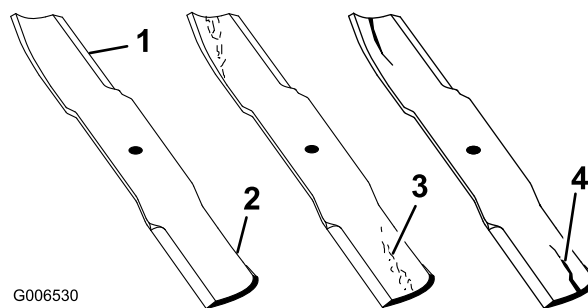

Figura 51
1. Inspeccione as extremidades de corte (Figura 51). Se as extremidades não estiverem afiadas ou estiverem amolgadas retire e afie as lâminas; consultar Afiação das lâminas
2. Inspeccione as lâminas, especialmente a área em curva (Figura 51). Se verificar quaisquer danos, desgaste, ou a formação de ranhuras nesta área (item 3 em Figura 51), instale imediatamente uma lâmina nova.